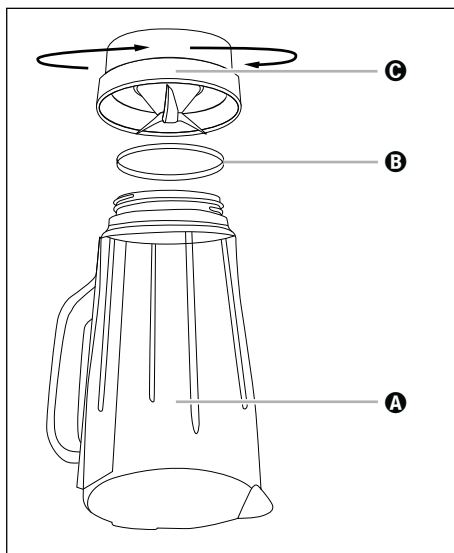

Fig. 4
- 2) Renversez l'appareil et tournez la pièce en plastique ❸ du bol mixeur ❸ dans le sens anti-horaire afin qu'elle se détache de la pièce en verre ❶ du bol mixeur ❸ (voir fig. 4).
- 4) Si besoin, vous pouvez détacher prudemment la bague d'étanchéité ❷ de la pièce en plastique ❸. Nettoyez-la avec de l'eau additionnée d'un produit à vaisselle doux et rincez-la à l'eau claire.